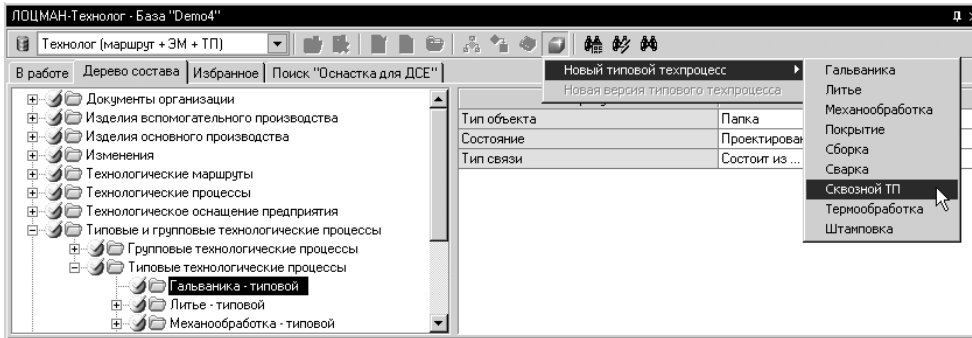

Рис. 13.15. Создание нового объекта ТТП/ГТП
2. Нажмите кнопку **Новый типовой техпроцесс** на инструментальной панели модуля и в разделе **Новый типовой техпроцесс** выберите нужный тип технологического процесса1 (рис. 13.15).